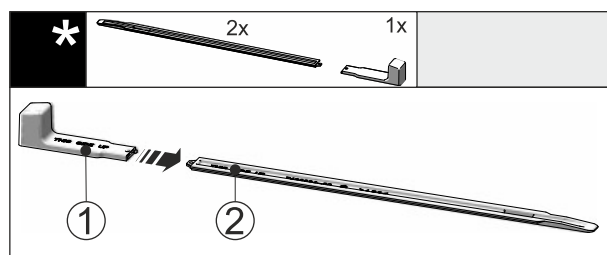

Fig. 43
- Inserire l'impugnatura di montaggio Fig. 43 (1) sulla guida di livellamento Fig. 43 (2).